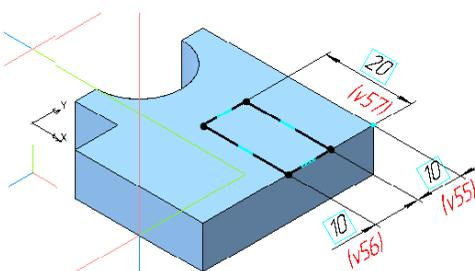

Рис. 5.
3) Задать размеры прямоугольника (рис. 5) и завершить